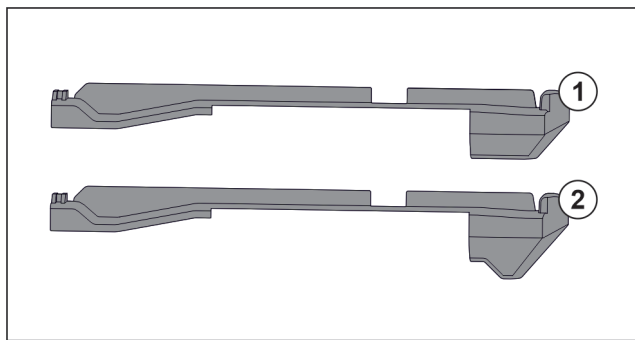

Fig. 220 Comparaison des éléments emboîtables
L'appareil comprend deux éléments emboîtables différents. L'élément emboîtable au-dessus du tiroir inférieur Fig. 220 (2) a un bord triangulaire. Tous les autres éléments emboîtables Fig. 220 (1) ont un bord droit.
- Poser l'élément emboîtable Fig. 220 (2) avec le bord triangulaire sur le tiroir inférieur.
- Poser l'élément emboîtable Fig. 220 (1) avec le bord droit à tous les autres endroits.